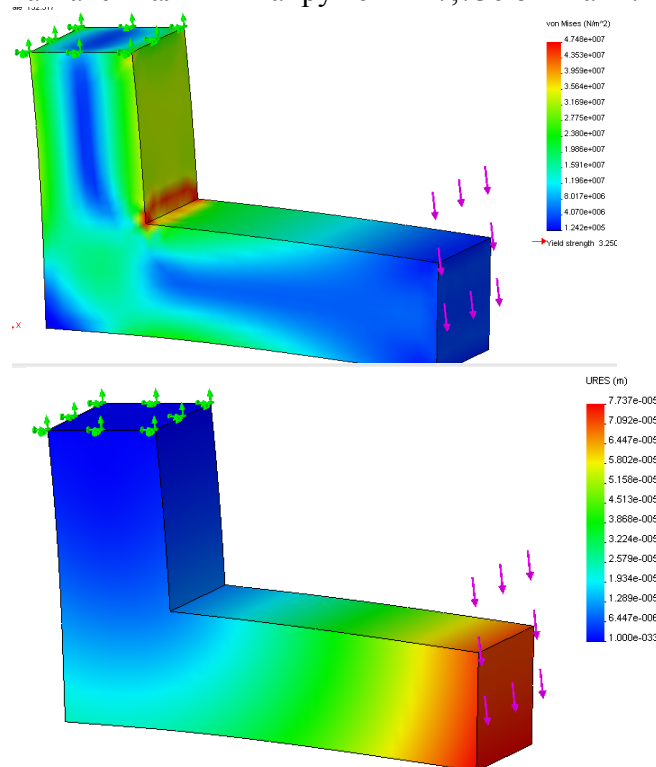

Рис. 3.1.6. Діаграми напружень та переміщень балки
7. Виконайте аналіз та отримайте діаграми для переміщень та напружень. Запишіть величини деформацій та максимальних напружень –  $7,73\text{e-}5$  м та 47 МПа (рис. 3.1.6).